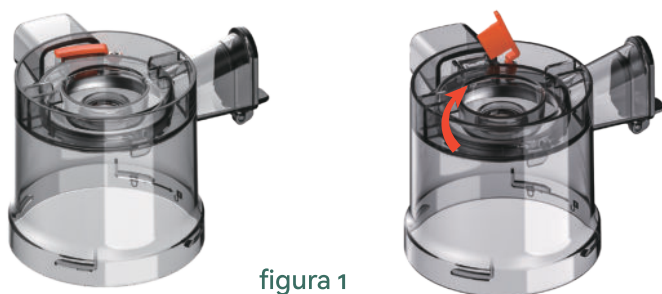

figura 1
1. Por favor, limpie la válvula de silicona debajo del tazón de extracción de jugo. Saque la válvula de silicona como se muestra en la figura 1 a continuación, para retirar fácilmente los residuos, y enjuáguela bajo agua corriente.